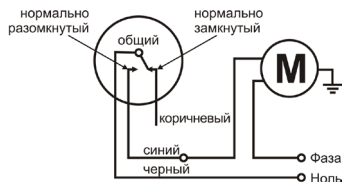
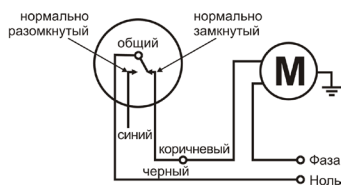

Рис. 2 – Схема подключения на режим наполнения
Рис. 4 – Схема подключения на режим осушения
к электронасосу согласно нужной схеме подключения (рис. 2 или рис. 4)
2.1. Подключите синий провод поплавкового выключателя к электронасосу, а черный – к нулю, как показано на рис. 2.
3.1. Подключите коричневый провод поплавкового выключателя к электронасосу, а черный – к нулю, как показано на рис. 4.